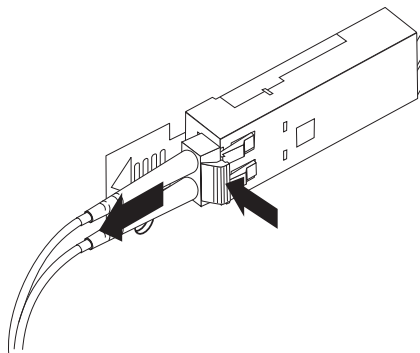

図 33. LC-LC ファイバー・チャネル・ケーブルの取り外し
2. 図 33 に示すように、ケーブルのレバーを押し下げるときは、コネクタを慎重に引っ張って、SFP モジュールからケーブルを取り外します。